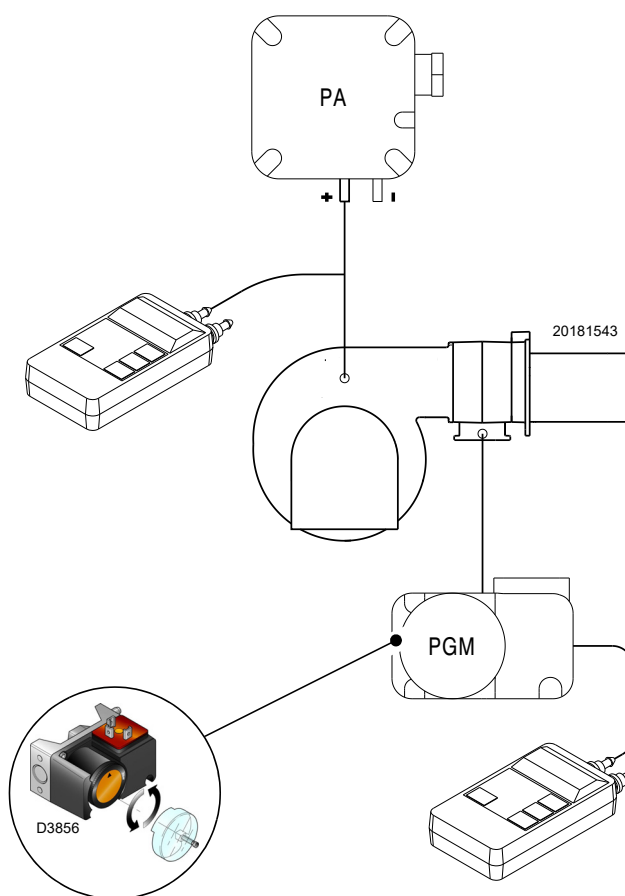

Abb. 31
- Stellen Sie den Maximal-Gasdruckwächter (Abb. 31) auf den Skalenendwert ein.
Die Einstellung des Maximal-Gasdruckwächters ausführen (Abb. 31), nachdem alle anderen Einstellungen des Brenners bei auf das Skalende eingestellten Maximal-Gasdruckwächter vorgenommen wurden.